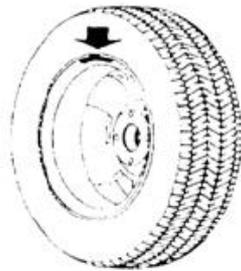

Figure 10-6
9.2.3 Faire tourner la roue manuellement jusqu'à ce que toutes lumières LED sur le côté gauche soient éclairés. Fixer le poids nécessaire à la position 12 heures sur le bord intérieur de la jante Fig.10-6.
9.4.4 Faire tourner la roue manuellement jusqu'à ce que toutes lumières LED sur le côté gauche soient éclairés. Fixer le poids nécessaire à la position 12 heures sur le bord intérieur de la jante Fig.10-6.